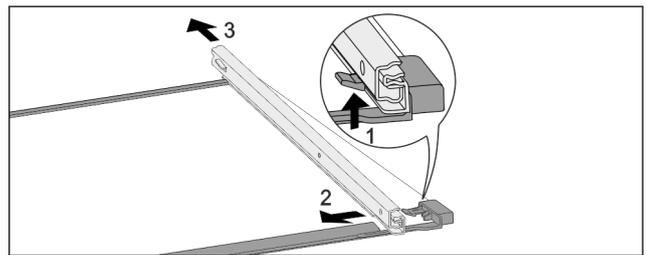

Fig. 122 带轨道的玻璃隔板
► 向上按前端的锁定钩。 Fig. 122 (1)
► 将牵引轨推向一侧 Fig. 122 (2)，然后向后 Fig. 122 (3) 推。